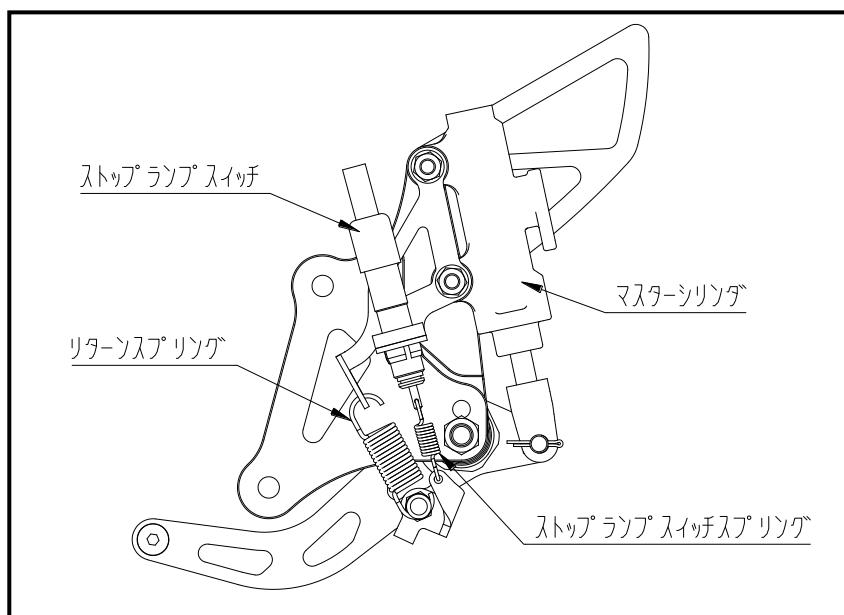

図2 マスターシリンダ取り付け
- ① STDステップを取り外します
- ② 下記のSTDパーツをモリワキ製ステップに付け替えます。(図2参照)